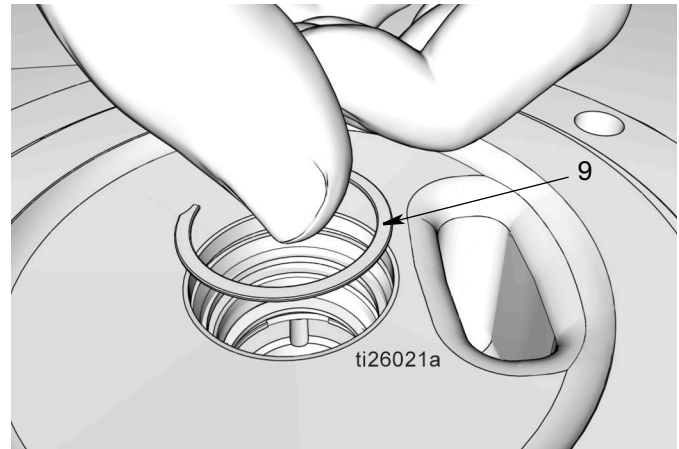

FIG. 38
- j. Coloque el clip (9) (FIG. 38). Deberá percibir un “clic” cuando se asienta correctamente el clip de retención en la ranura.